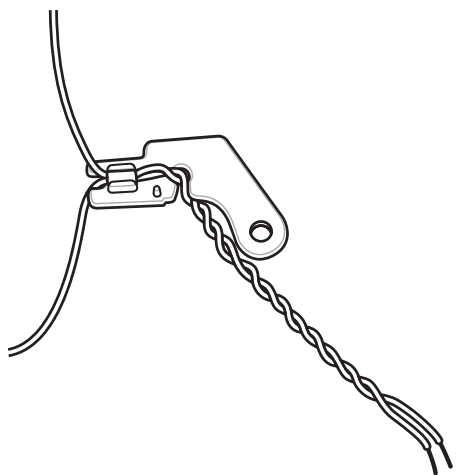

Figura 3-29 *Pré-conectar o fio ao suporte do lado direito*
2. Certifique-se de que suporte do lado direito seja pré-conectado ao fio conforme mostrado na Figura 3-29.